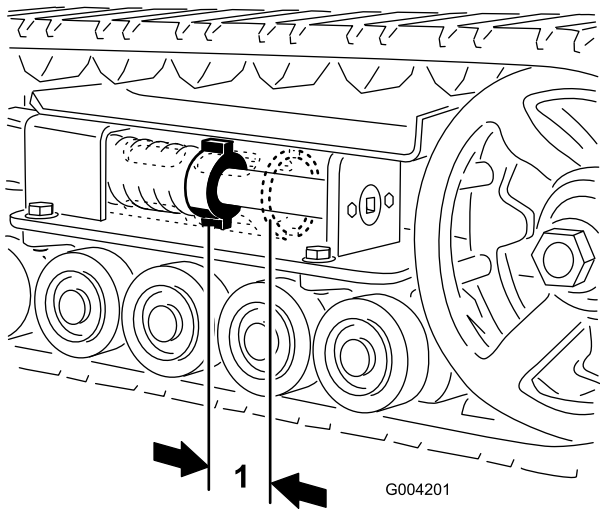

Bild 44
Der Abstand zwischen der Spannungsmutter und der Rückseite des Spannungsrohrs sollte 7 cm sein (Bild 44). Stellen Sie ansonsten die Kettenspannung wie folgt ein:
5. Drehen Sie die Spanschraube mit einer Ratsche (1/2") nach links, bis der Abstand zwischen der Spannmutter und der Rückseite des Spannungsrohrs 7 cm beträgt (Bild 44).
- Drehen Sie die Spannschraube nach links, bis der Abstand zwischen der Spannmutter und der Rückseite des Spannungsrohrs (Bild 44) 7 cm beträgt.
18. Drehen Sie die Spannschraube nach links, bis der Abstand zwischen der Spannmutter und der Rückseite des Spannungsrohr (Bild 44) 7 cm beträgt.